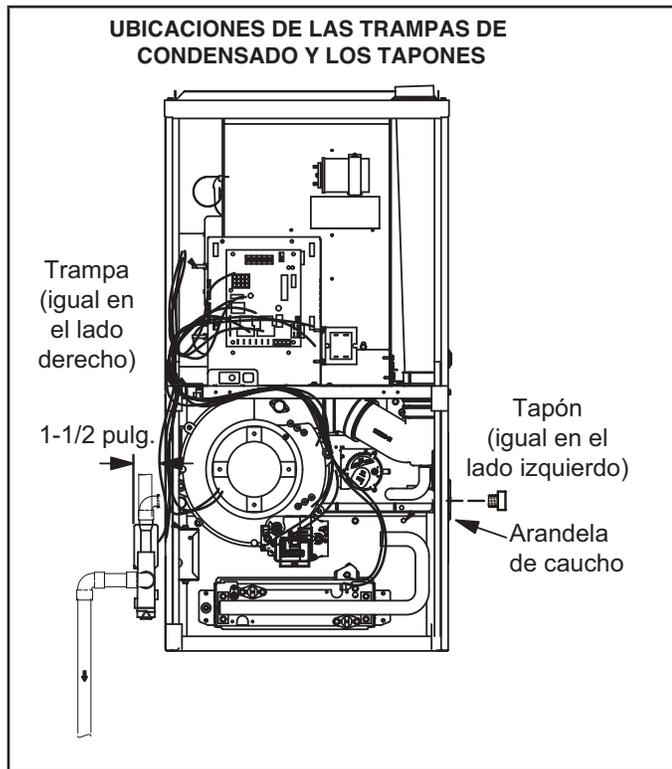
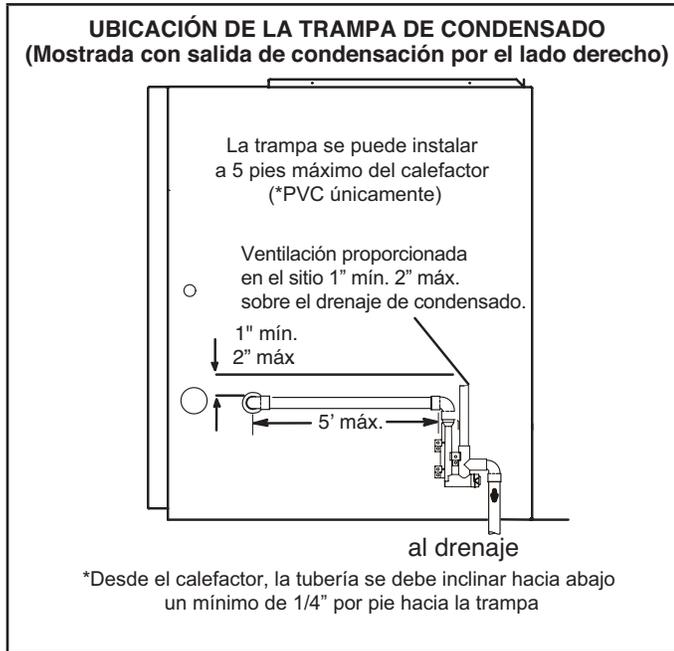

FIGURA 43
FIGURA 45
Esta unidad está diseñada para salida de la tubería de condensado a la derecha o a la izquierda. Consultar la FIGURA 43 y la FIGURA 45 para las ubicaciones de las trampas de condensado.
- 2 - Use un destornillador grande de punta plana o una extensión de la boquilla de accionamiento de 1/2" y retire el tapón (Figura 43) de la caja del cabezal del extremo frío en la ubicación apropiada en el costado de la unidad. Instale el accesorio del codo macho hembra de 3/4 NPT en la caja del cabezal del extremo frío. Use cinta de Teflón o un recubrimiento para tuberías apropiado.